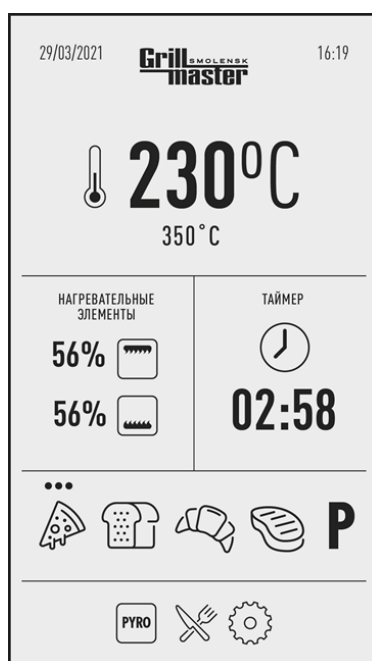

Рисунок 4 – Табло
8.7 Табло (Рисунок 4) представляет собой набор показателей. В верхней части экрана находятся значения времени, даты и логотип. В графе температура можно увидеть два цифровых показателя, текущая температура и заданная. В разделе нагревательные элементы представлены показатели свода (верхних горелок) и пода (нижних горелок). С помощью джойстика можно регулировать мощность свода и пода (с точностью до 10%). Область таймера характеризуется наличием времени, которое задается с помощью джойстика или уже готовой программы приготовления (режимы пиццы, хлебобулочных изделий, мяса и т.д.). Для того чтобы запустить таймер необходимо подождать пока камера разогреется до